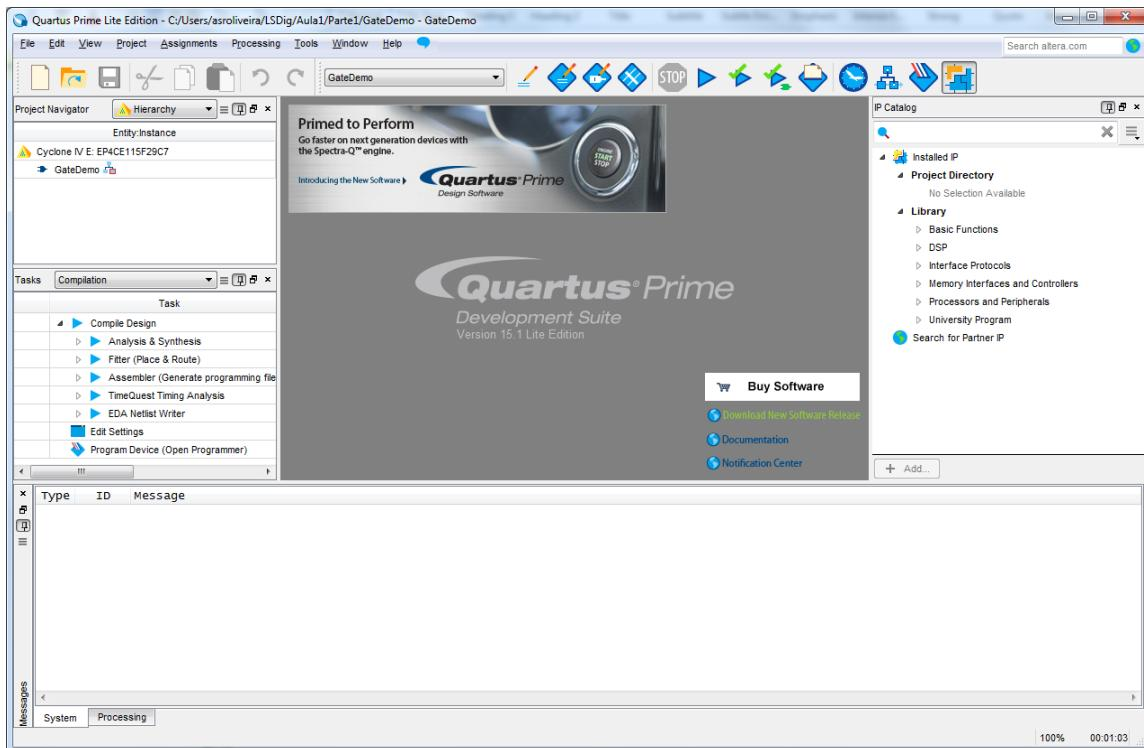

Figura 10 – Aspetto do “Altera Quartus Prime” IDE após a criação do projeto.
2. Após premir “Finish” o IDE “Altera Quartus Prime” deve apresentar o aspeto da Figura 10.